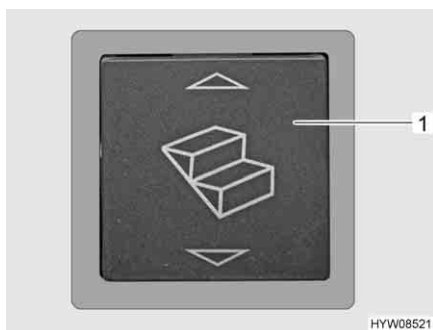
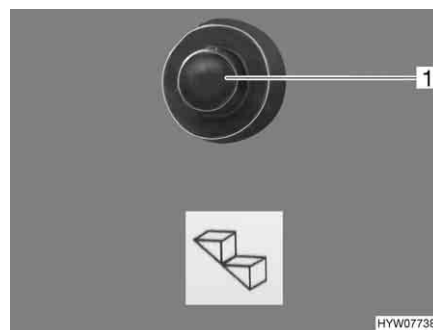

Fig. 4 Pulsante basculante dello scalino di ingresso (zona di ingresso)
Fig. 5 Pulsante a pressione dello scalino di ingresso (cruscotto)
- Premere l'interruttore a bilico (Fig. 4,1) nella zona di ingresso oppure il pulsante a pressione (Fig. 5,1) sul cruscotto nella cabina di guida.
**Estrazione:** ■ Premere l'interruttore a bilico (Fig. 4,1) nella zona di ingresso.